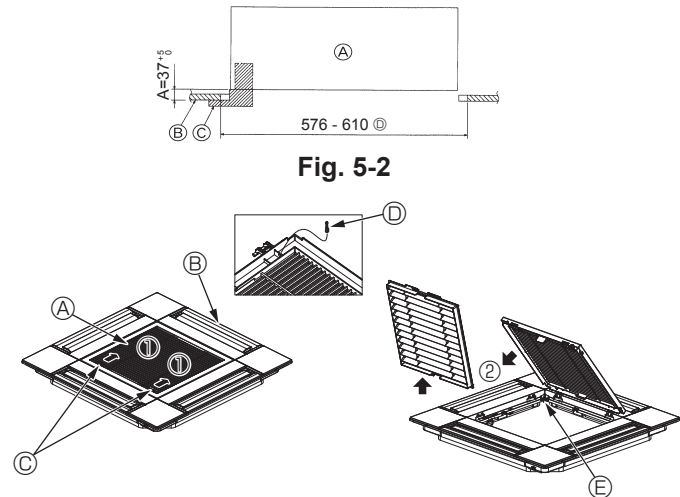
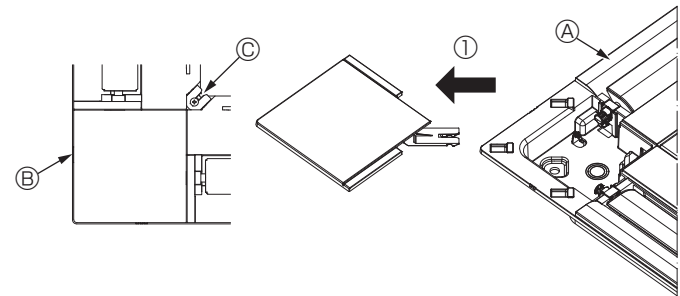

Fig. 5-3
Fig. 5-4
- ① Unità principale
② Soffitto
③ Calibro (Accessorio)
④ Dimensioni apertura a soffitto
5.2.1. Rimozione della griglia di ingresso (Fig. 5-3)
- Far scorrere le leve nella direzione indicata dalla freccia ① per aprire la griglia di ingresso stessa.
- Con la griglia di ingresso in posizione "aperta", rimuovere la cerniera della griglia stessa, come indicato dalla freccia ②.
- ① Griglia di aspirazione
② Gancio della griglia
③ Griglia
④ Foro del gancio della griglia
⑤ Levette sulla griglia di aspirazione
5.2.2. Rimozione del pannello angolare (Fig. 5-4)
- Rimuovere le viti dall'angolo del pannello angolare. Far scorrere il pannello angolare, secondo quanto indicato dalla freccia ① per rimuovere il pannello stesso.
- ① Griglia
② Pannello angolare
③ Vite